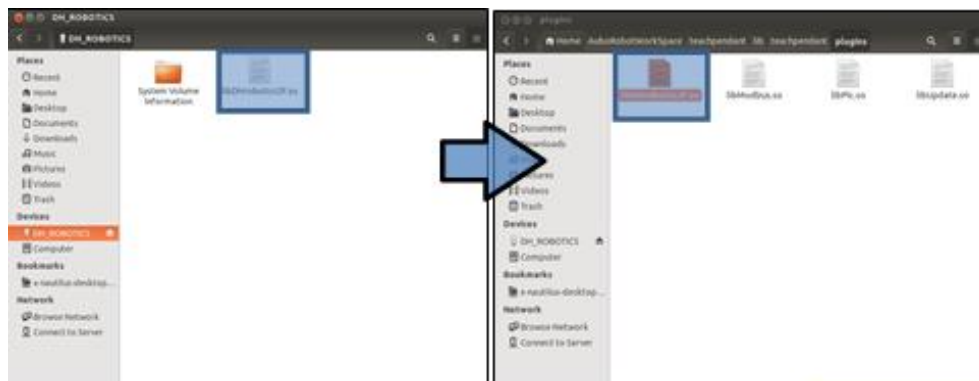

图 5.42 拖入文件
3. 打开左上角的 File 文件夹，如图 5.42 所示。
4. 将名为 **libDHrobotics2F.so** 的文件从 USB 拖到 **home/Aubo RobotWork Space/techpendant/lib/techpendant/plugins** 目录下，如图 5.42 所示。